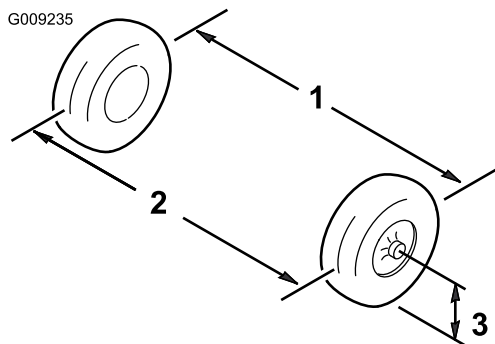

Figura 32
3. Meça a distância entre os pneus dianteiros à altura do eixo na zona dianteira e traseira dos pneus dianteiros (Figura 32).